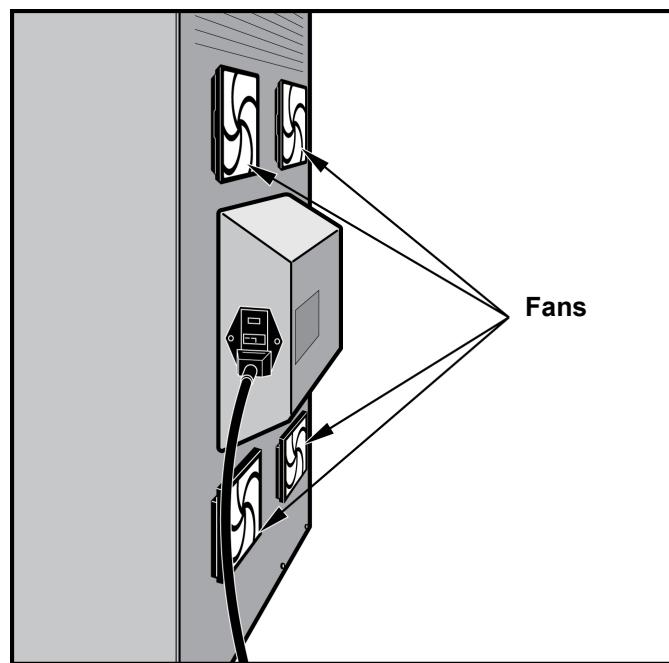

Figure 9-18. GeneXpert GX-XVI R1 positionné de manière à pouvoir accéder aux ventilateurs
Nettoyez les filtres de ventilateur toutes les semaines ou plus fréquemment si nécessaire. Le GeneXpert GX-XVI R1 comporte quatre filtres de ventilateur. Emplacement des filtres de ventilateur à l'arrière du GX-XVI R1. Voir Figure 9-18. Le matériel nécessaire à la procédure est le suivant :
3. Si l'accès à l'arrière de l'instrument est difficile, faire pivoter l'instrument de manière à pouvoir accéder facilement aux couvercles des filtres. Voir la Figure 9-18.